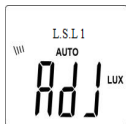

图 3-1-4B
3. 将光传感器保护盖盖住光传感器，长按“HOLD/ZERO”键 1 秒，LCD 接口显示“ADJ”字样（如图 3-1-4B 所示），进入零点校准模式，几秒后 LCD 接口显示的“ADJ”字样消失，自动退出零点校准模式，返回自动测量模式。